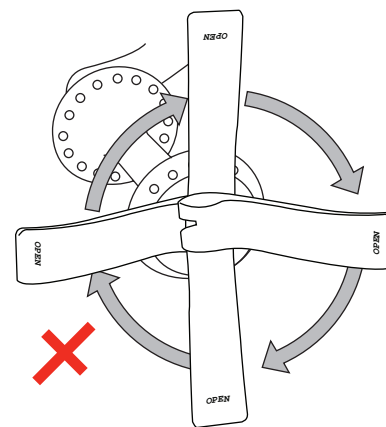

図 41. レバーを回さないこと。
- クイックリリースの固定力を高めるためにレバーを回してはいけません（図 41）。これを行っても、ホイールは正しく固定されません。